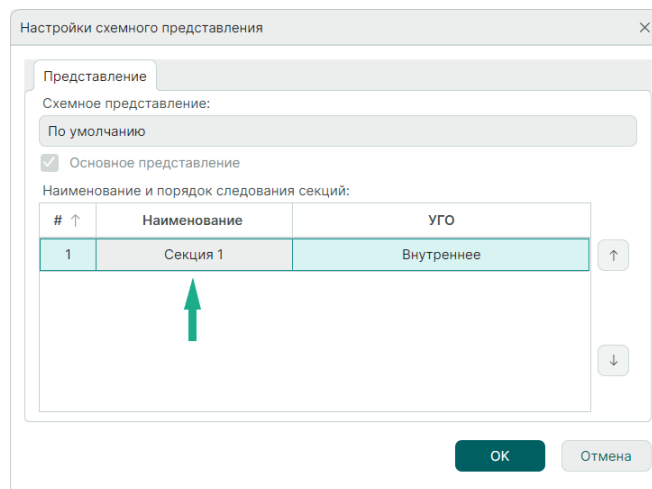

Рис. 211 Переименование секции
2. Выберите в таблице секцию, которую необходимо переименовать, и введите новое имя в столбце «Наименование», см. Рис. 211.